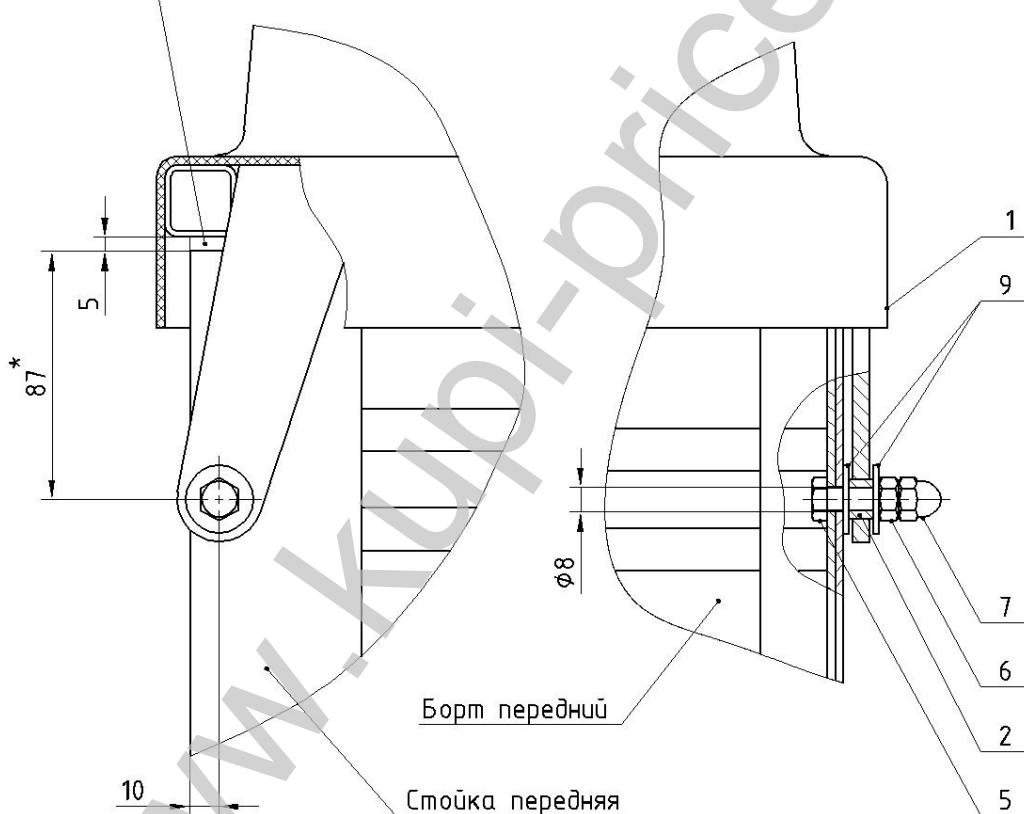

Рисунок 1.
- Приподнять переднюю часть крышки и положить между передним бортом прицепа и передней частью рамки крышки дистанционную монтажную прокладку толщиной 5мм (рис. 1).
- Сдвинуть крышку так, чтобы центры отверстий петель оказались в 10мм от края переднего борта, как показано на рис. 1.
- Вставить в петли крышки втулки 2 и просверлить отверстия Ø8мм через втулки, в передних стойках прицепа (рис. 1).
- Установить в соответствующем порядке втулку 2, шайбы 9, болт 5 и гайки 6 и 7 как показано на рис. 1.